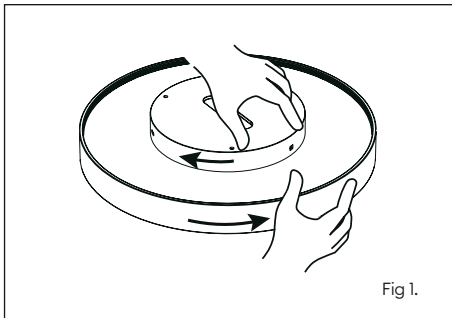

Fig 1.
2. Remove base section from the main LED section by rotating base section clockwise, unhooking the safety cable, disconnecting the 2xLED cables and unplugging the earth cable from the main down light section (fig 1).
2. Retirez la base de la section LED en tournant dans le sens des aiguilles d'une montre ; décrochez le câble de sécurité, déconnectez les 2 fils LED et débranchez le fil de mise à la terre de la section downlight (fig. 1).